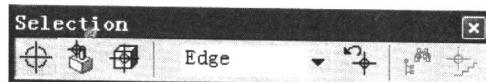

图 1-8 按下选择通用对象按钮
- 将选择工具条（Selection）中的选择通用对象（Select General Objects）按钮按下，过滤器类型（Type Filter）设置为边缘（edge），见图 1-8。